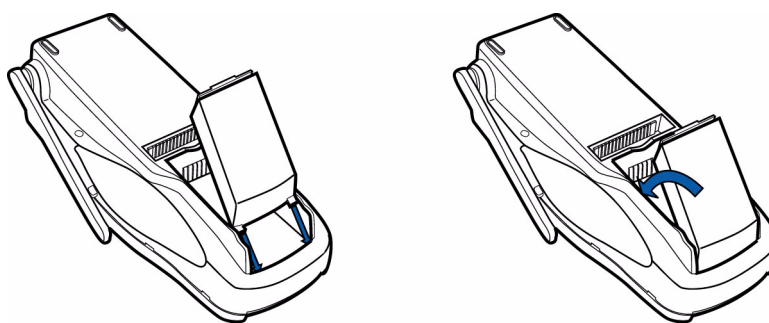

图 4 安装智能电池
- 8 个功能键：4 个功能键分别标记为 F1 到 F4，位于显示屏右侧；4 个未加标记的可编程功能 (PF) 键，位于数字按键键盘上方
- 安装在终端背面的智能电池组（图 4）
智能电池安装在终端背面的凹槽中，如图 4 所示。锁片发出咯嗒声，说明电池已安装到位。凹槽使用嵌入式设计，因此仅有一种正确的插入方式。